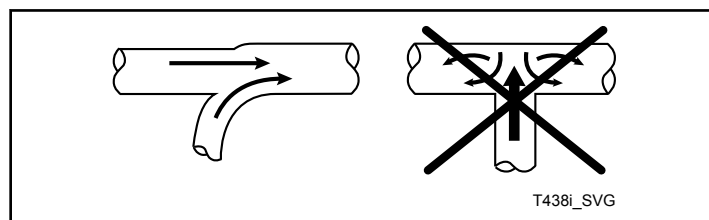

Figure 19
**REMARQUE : Ne jamais connecter une conduite de séchoir à une conduite de collecteur à un angle de 90°. Se reporter à la *Figure 19*. Une telle procédure peut causer une contre-pression trop importante et affecter négativement les performances du séchoir. Ne jamais connecter les deux conduites d'évacuation des séchoirs en les croisant et au point de connexion de la conduite d'admission.**